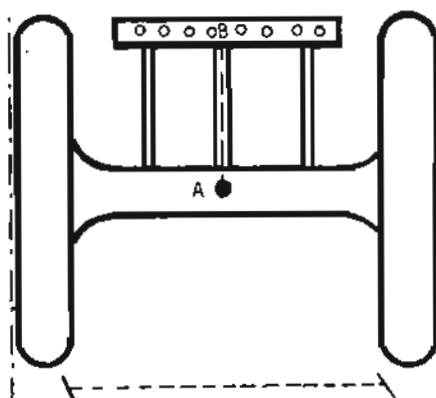

Fig. 1 - Línea media del tractor.
La *línea de tiro del tractor* está definida por dos puntos; el punto medio del eje trasero (A) y el central de la barra de tiro (B). (Fig. 1)